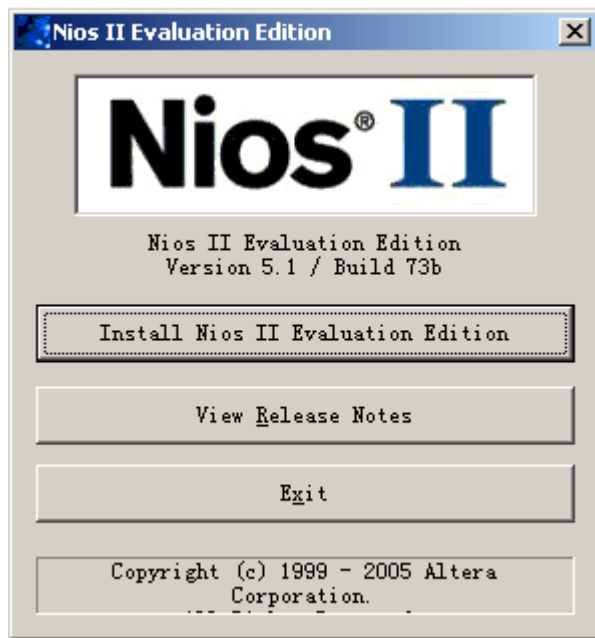

图 3-22 安装项目选择
- (1) 将 QuartusII 设计软件的光盘放入计算机的光驱中，打开光盘并运行光盘中的安装程序 INSTALL.EXE 文件，出现如图 3-22 所示的安装界面。